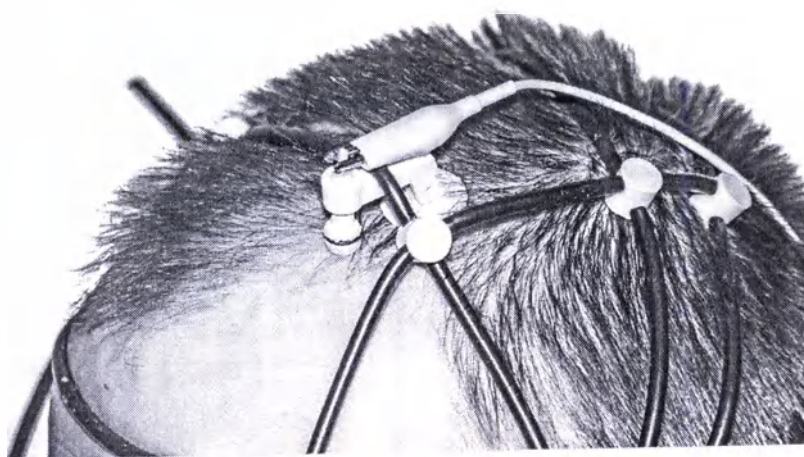

Рис. 5. Мостиковый ЭЭГ-электрод с подключенным кабелем отведения
4. Подсоедините к электродам кабели отведений (рис. 5) в случае использования мостикового (NS015106.007) и ушного (NS015106.015) ЭЭГ-электродов.